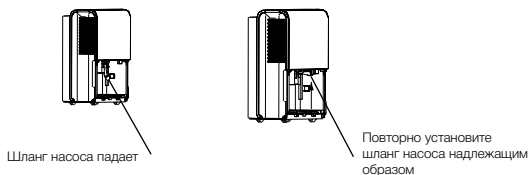

Рис. 5.
- Если при удалении емкости падает шланг насоса, то перед обратной установкой емкости для воды в устройство необходимо переустановить шланг насоса надлежащим образом (см. Рис. 5).